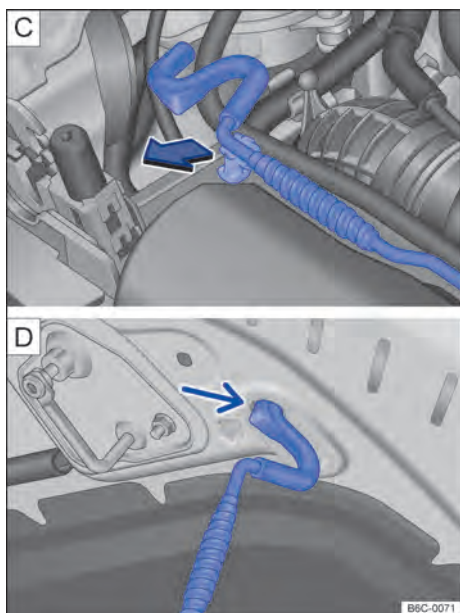

Fig. 147 [C] Haste de sustentação da tampa do compartimento do motor. [D] Tampa do compartimento do motor apoiada na haste de sustentação.
- Retirar a haste de sustentação do suporte no sentido da seta → Fig. 147 [C] e posicioná-la na abertura na tampa do compartimento do motor → Fig. 147 [D].
- Retirar a haste de sustentação do furo → Fig. 147 [D] e encaixá-la no suporte do fecho → Fig. 147 [C].